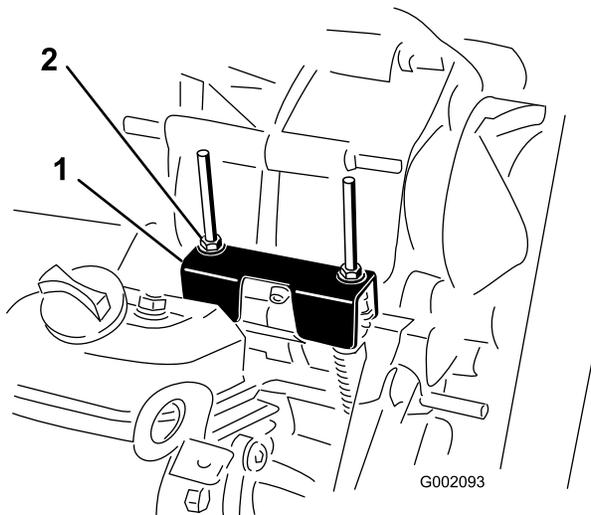

Figura 64
Durante l'esecuzione della manutenzione ordinaria e/o della diagnostica del motore, portate il transaxle in FOLLE (Figura 64). La macchina è dotata di una posizione di FOLLE sulla leva del cambio che controlla
2. Assicuratevi che la staffa di folle sia in posizione di FOLLE (a livello della staffa di montaggio per cavo che si trova sotto la staffa del cambio) girando la frizione della trasmissione (Figura 64).
3. Ruotate uno dei dadi di bloccaggio (Figura 64) per ottenere una distanza di 0,76–1,52 mm tra la base del dado/della rondella e la staffa di folle.